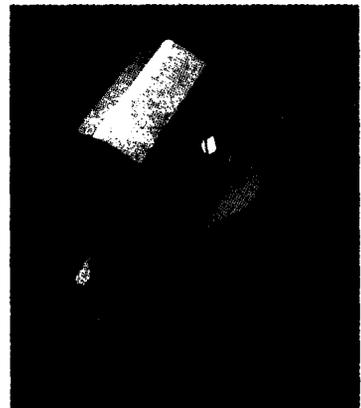

Рис. 13.11. Визуализация с измененной сценой
11. Используйте инструмент **Визуализация изображений**, чтобы создать изображение, как на рис. 13.11.